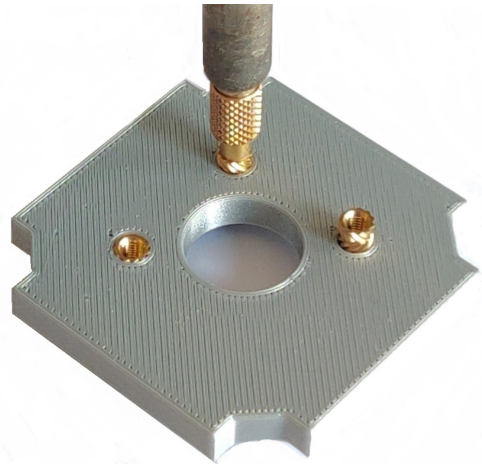

Abb. 5: Einschmelzen der Gewindeeinsätze
- (4) Montieren Sie ggf. die Spitze zum Einschmelzen der Gewindeeinsätze am Lötkolben und heizen Sie den Lötkolben auf 220°C.
- (5) Platzieren Sie die GEWINDEEINSÄTZE, M3 in den vorgesehenen Öffnungen des 10A\_SI\_V\*\_INSERT 90° (Abbildung 5).
- (6) Schmelzen Sie die Gewindeeinsätze mit dem Lötkolben vorsichtig in den 90°-Einsatz, sodass die Einsätze bündig mit der Oberfläche sind. Achten Sie darauf die Einsätze möglichst senkrecht einschmelzen (Abbildung 5).